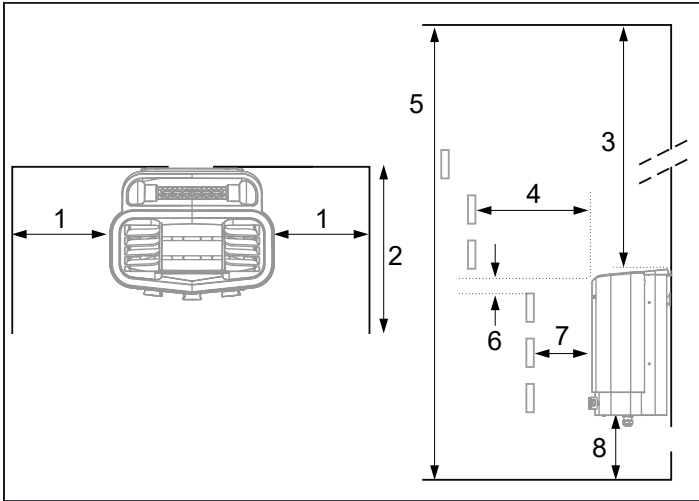

Rysunek 2: umiejscowienie pieca — montaż standardowy
- Ustaw piec w bezpiecznej odległości od podłogi, bocznych ścian i elementów wyposażenia wnętrza (patrz rys. 2).